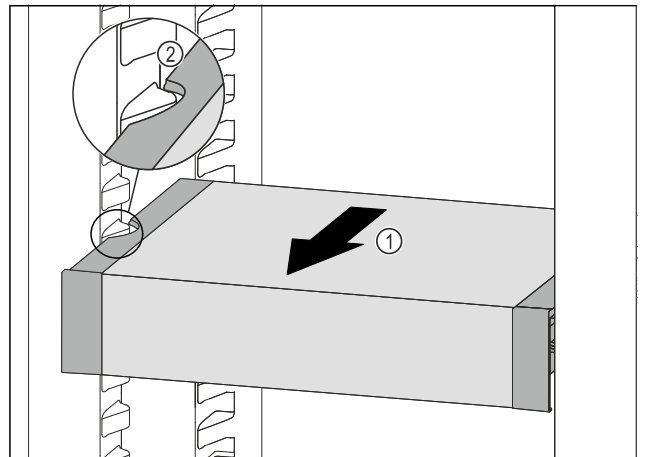

Fig. 109
- ▶ Потягнути VarioSafe вперед Fig. 109 (1), поки бокові заглиблення VarioSafe не опиняться на рівні ребра для ємності в охолоджувальному відділенні. Fig. 109 (2)